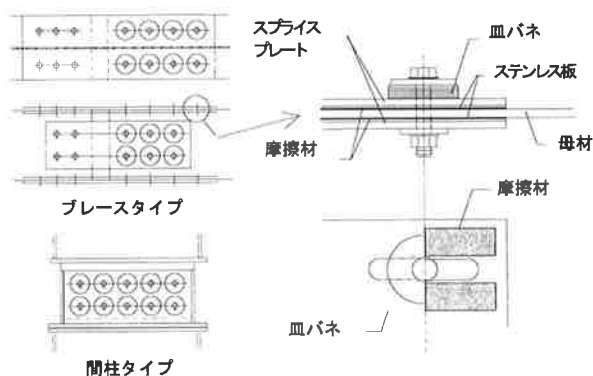

図4-5 ブレーキダンパー
ブレイキダンパーは、図4-5に示すように、耐震要素（ブレース、間柱など）と架構の接合部に、薄いステンレス板とブレイキ材を一对にして挟み込み、すべりと摩擦によりエネルギーを吸収するもので、自動車のブレイキ材を用いている。接合ボルトとすべり板（ステンレス板）の間に皿バネを介すことにより、軸力を一定に保ち、摩擦力も一定に保持できる。ブレイキダンパーの特徴を要約すると以下ようになる。①ブレース等の剛性とは独立して、皿バネの枚数ですべり耐力が決まるため、減衰力が自在に設定できる。②新築の主要構造体以外に、既存建物の補強や仕上げ材にも組み込み適用範囲が広い。③メンテナンスフリーである。④大地震後でも取り替えの必要がない。⑤コスト・パフォーマンスに優れている。